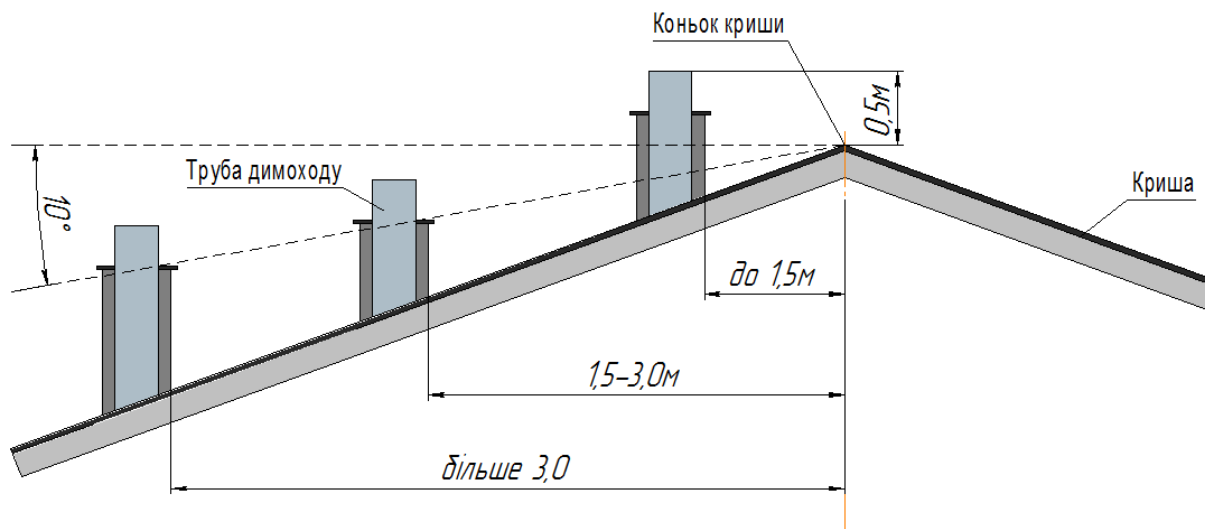
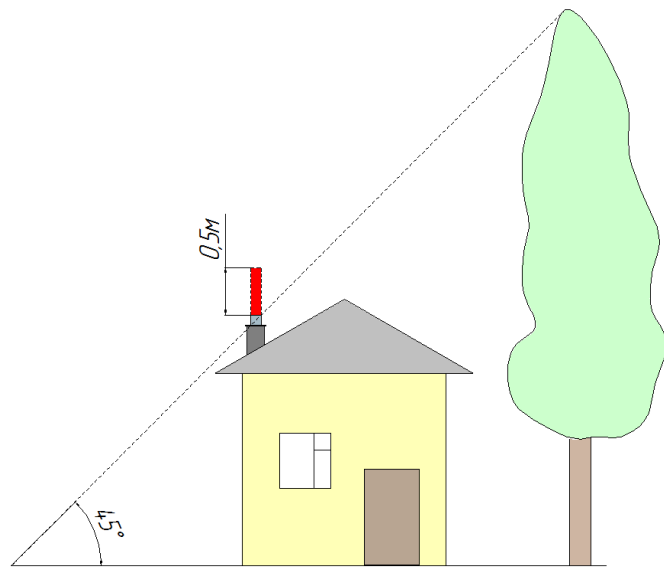

Рис.7 Рекомендована схема розміщення димової труби над гребеня даху.
Рис.8 Збільшення димоходу при наявності біля будівлі зони вітрового підпору.
7.3.5.3 Димохід повинен забезпечувати вихід димових газів з котла, не створюючи при цьому додаткових опорів (див. Рис.7 та Рис.8).